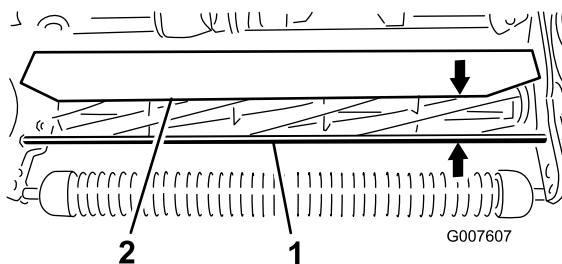

Figura 52
1. Mida la distancia desde la parte superior de la varilla de soporte delantera hasta el borde delantero del deflector en cada extremo de la unidad de corte (Figura 52).